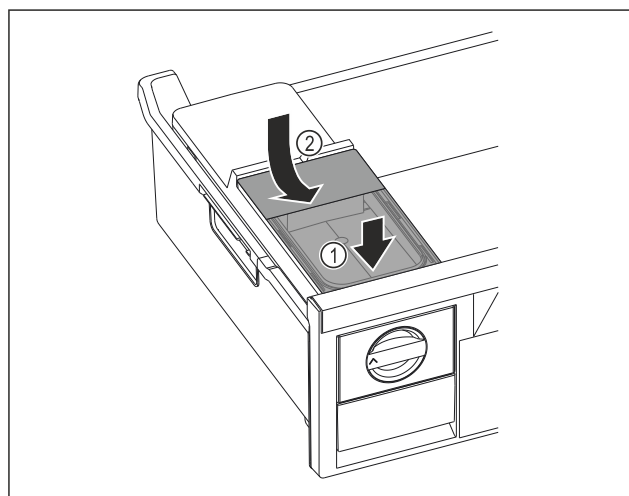

Fig. 115
- Wassertank vorne ansetzen. Fig. 115 (1)
- Wassertank hinten absenken. Fig. 115 (2)